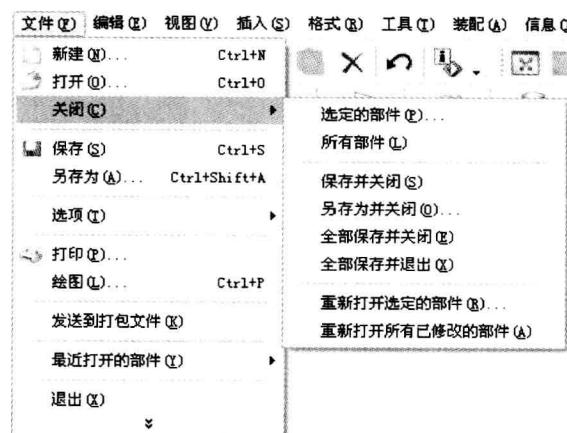

图 0-17 “关闭”子菜单
(4) 关闭文件。完成建模工作以后,需要将文件关闭,以保证所做的工作不会被系统意外修改。选择“文件”|“关闭”命令可以关闭文件(见图 0-17)。